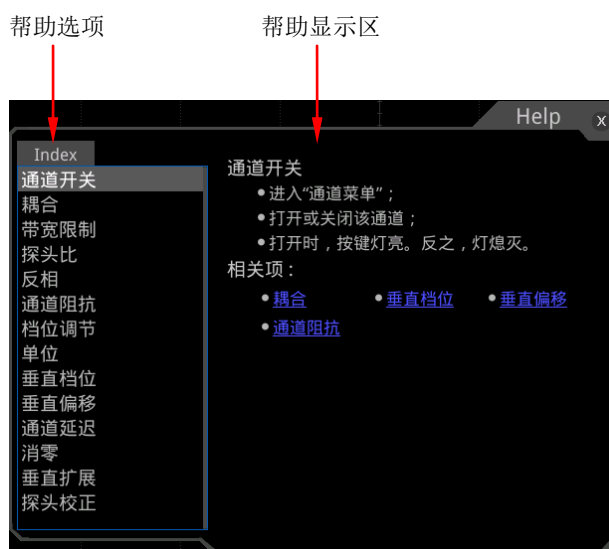

图 1-22 帮助信息
3. 按前面板的 **帮助** 键或用触摸手势点击“帮助”选项，屏幕弹出帮助界面，如图 1-22 所示。帮助界面主要分两部分，左边为“帮助选项”，右边为“帮助显示区”。